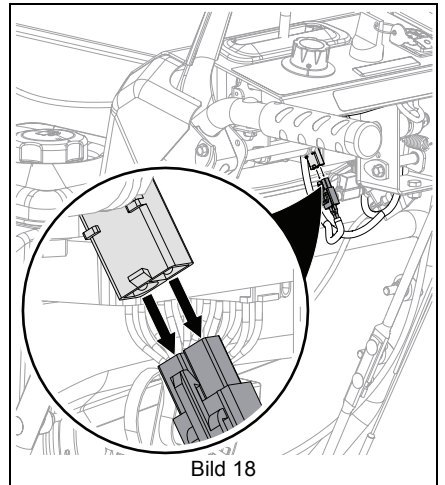

Bild 18
1. Koppla ur batterikontakten. Se Bild 18.
4. Anslut batterikontakten igen när batteriet är klart för användning. Se Bild 18.